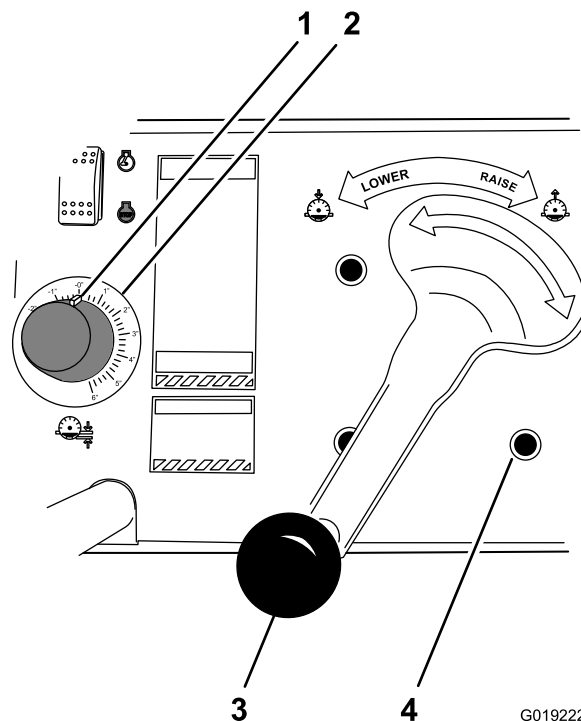

Figura 19
2. Gire el mando del indicador de profundidad del disco hasta que el puntero (blanco) esté alineado con la marca "-0" del indicador (Figura 19).
Nota: Consulte el Indicador de profundidad del disco al elevar y bajar el disco de corte (Figura 19).